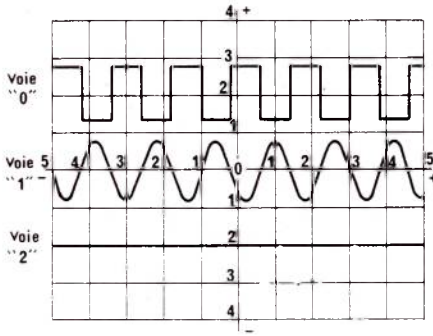

Figure 15
10) Placer un signal sur l'entrée « 2 » (ce signal doit être synchrone du signal se trouvant sur les autres voies). Agir sur le potentiomètre de niveau de la voie « 2 » pour faire apparaître le signal sur l'écran. Régler le niveau pour obtenir une hauteur de 1 carreau (**figure 15**).